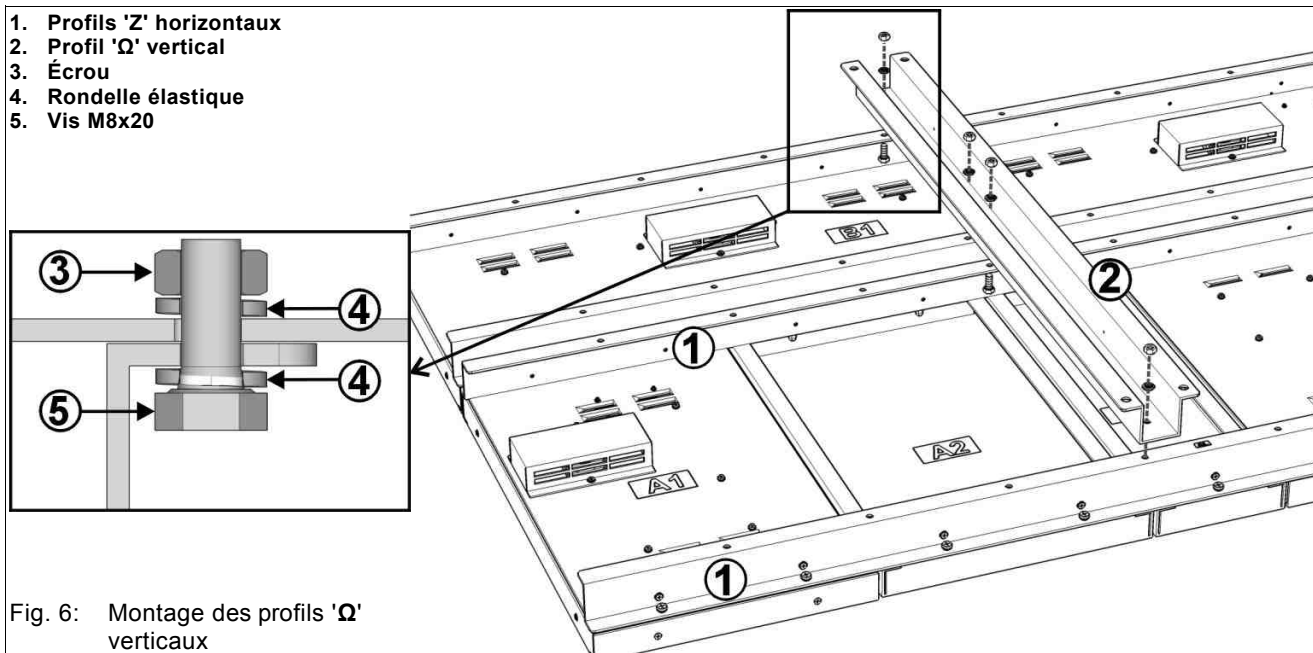

Fig. 6: Montage des profils 'Ω' verticaux
6. Repérez les deux profils 'Ω' grands indiqués par le numéro ② à la Fig. 6 et, selon le modèle de tableau, placez-les verticalement sur les deux points indiqués par les flèches à la Fig. 2.
Utilisez les vis **M8x20**, les rondelles et les écrous (couple de serrage: 20Nm) pour monter les deux profils 'Ω' sur les profils 'Z' horizontaux (voir Fig. 6).